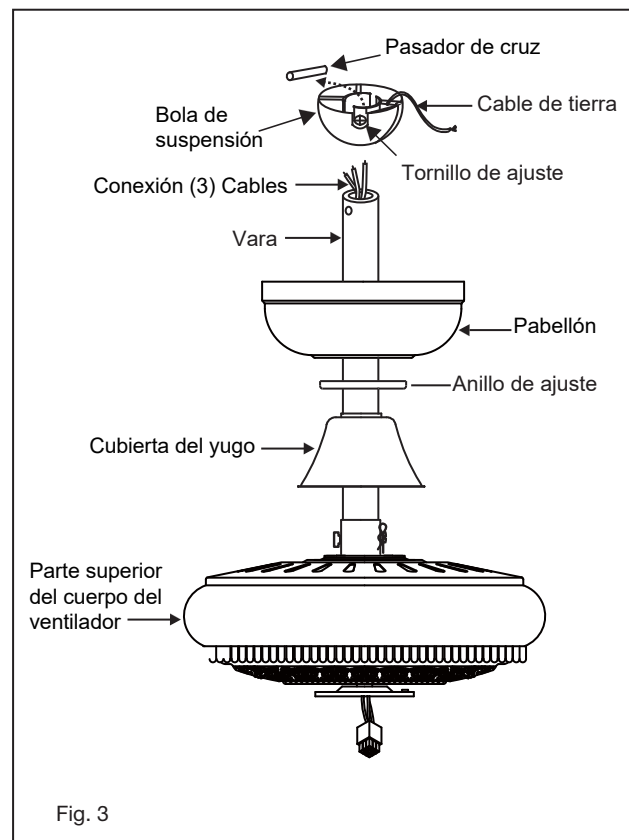

Fig. 3
- 1 Deslice la cubierta del yugo, el anillo de ajuste y la cubierta sobre la varilla. (Fig. 3)